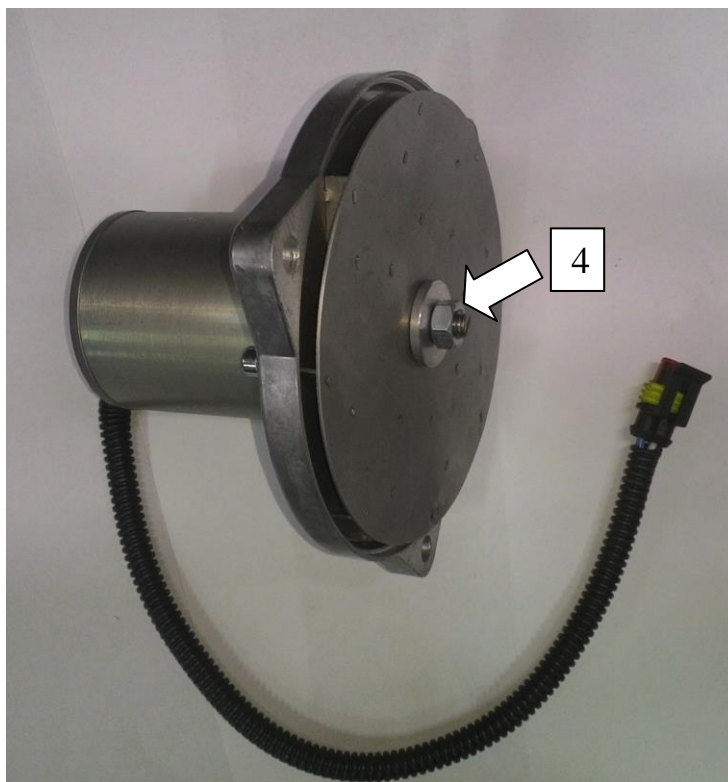

Рис.17 Нагнетатель воздуха подогревателя ПЖД 16-01СТ.
Нагнетатель воздуха (см. рисунок 17) служит для подачи воздуха в камеру сгорания подогревателя, для обеспечения образования топливовоздушной смеси, стабильного горения на всех режимах, а также для режима продувки горелочного устройства подогревателя после остановки и перед запуском подогревателя.
- отвернуть гайку М8 поз.4 рисунок 17 крепления нагнетателя и снять нагнетатель с втулками крепления крыльчатки;